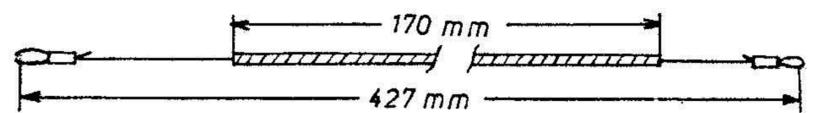
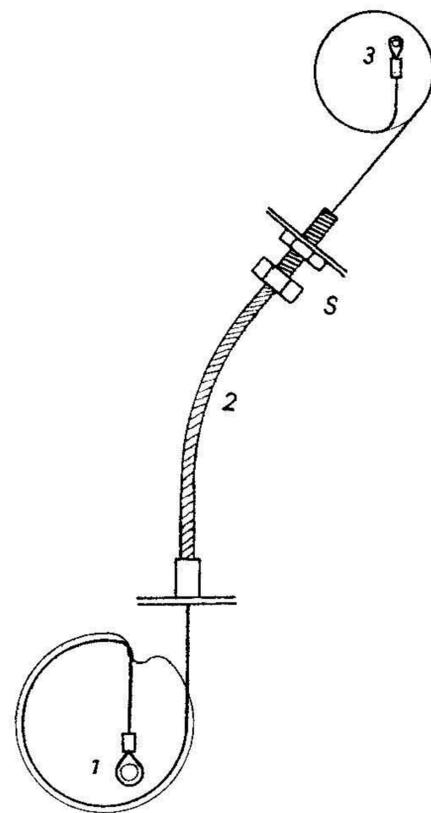

Fig. 7
Fig. 8
Le câble est préparé suivant la fig. 7 en laissant de chaque côté une boucle d'environ 10 mm. Fig. 8. Le câble est accroché à l'ergot (1) du tambour bakélite fixé sur l'axe du commutateur, l'enrouler une fois dans la gorge du tambour en sens inverse des aiguilles d'une montre. Mettre en place la gaine en bronze (2). Tendre ensuite le ressort de rappel de l'indicateur en faisant 4 tours de la poulie en sens inverse des aiguilles d'une montre (vu de l'arrière). Passer le câble dans la gorge de la poulie laiton, faire un tour dans le sens des aiguilles d'une montre, puis l'accrocher à l'ergot de la poulie. La position exacte des indications du disque peut être corrigée lorsque le châssis est dans le boîtier au moyen de la vis «S».